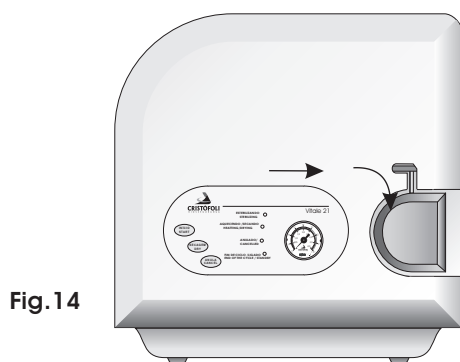

Fig. 14
- 5► **FECHO** - Localizado na parte frontal da autoclave (Fig.3, pág.9), é utilizado para abrir, fechar e travar a porta da autoclave (conjunto painel/tampa). Para verificar a posição correta do fechamento, consulte Figs.14 e 15 (Pág.12).
- Abasteça a autoclave com os materiais a serem esterilizados, tomando cuidado para não encostá-los nos orifícios das saídas internas de vapor, pois isso ocasionará interferência no ciclo. Consulte o item 6.4 "Recomendações para o Melhor Acondicionamento do Material na Autoclave" (Pág. 19). **Não sobrecarregue a autoclave.**
- Feche a porta da autoclave pressionando-a contra a câmara (cuba) e mova o fecho totalmente para a direita e para baixo até o final do curso (o fecho deverá estar completamente nivelado com o painel (Figs.14 e 15). Para a abertura da autoclave repita o mesmo procedimento de modo inverso.